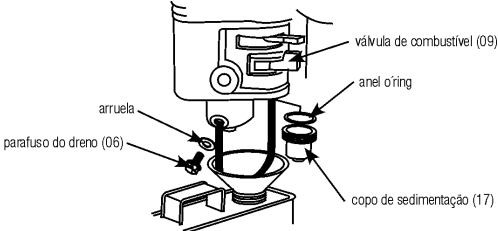

Fig. 32 – Removendo o copo de sedimentação
- Com auxílio de uma chave, remova o copo de sedimentação (fig. 32).